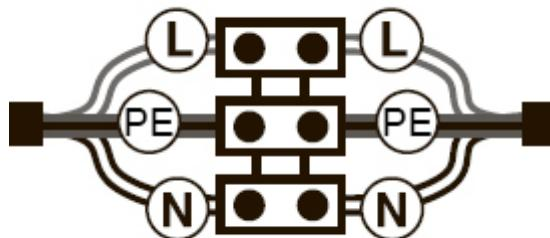

Рис. 1
6.3.2 Обесточьте сетевой кабель питания, убедитесь, что сечение подключаемых проводов не менее  $0,75 \text{ мм}^2$ . Подключите провод питания светильника к сетевому кабелю в соответствии с цветовой маркировкой на проводе L, N и PE. Обесточьте защиту электрического соединения от попадания влаги. Убедитесь в герметичности соединений и целостности кабеля (Рисунок 1).